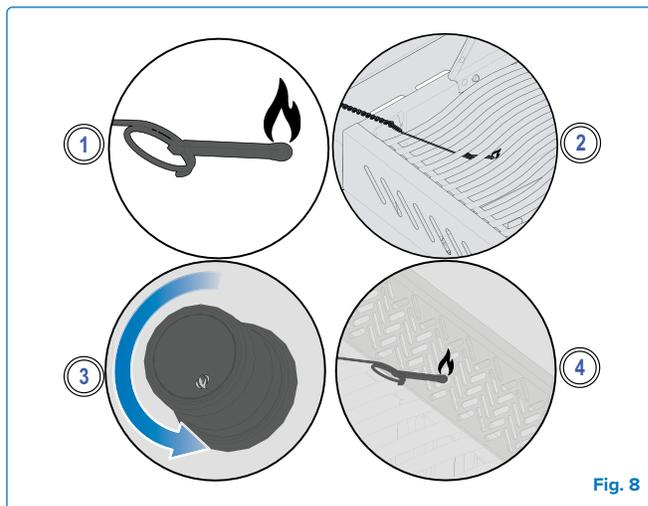

Fig. 8
2. Inserire il fiammifero acceso attraverso le griglie di cottura e le piastre di rosolatura mentre si ruota la manopola del bruciatore corrispondente alla posizione alta. **(Fig. 8).**